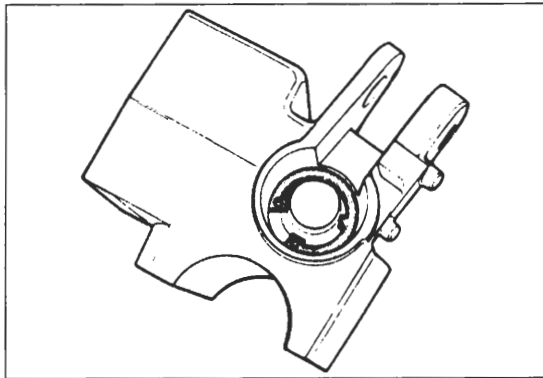
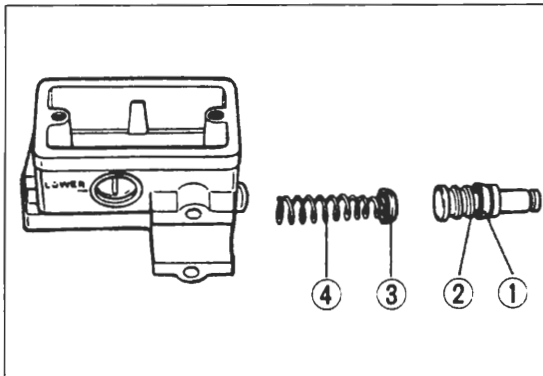

Bild 292
Bild 293
- Staubkappe mit zarter Spitzzange «herauspopeln» und Seegerring mit entsprechender Zange (Bild 292) entfernen. Dabei Kolben gegen Feder eindrücken (Bild 293).